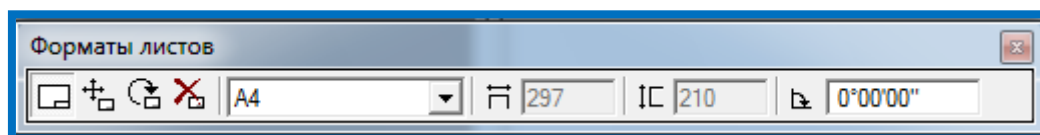

Рисунок 71 -
18. Подбираем формат будущего листа, позволяющего поместить схему теодолитного хода. В меню **Чертежи** выбираем команду **Форматы листов – Создать формат**. Эта команда отобразится на панели инструментов (Рис.71).